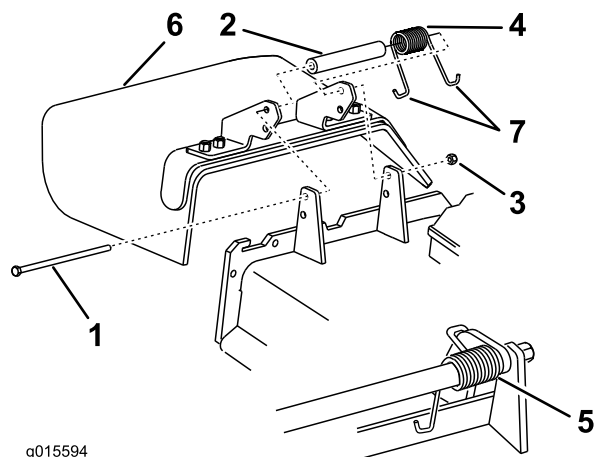

Figura 97
1. Togliete il dado di bloccaggio, il bullone, la molla e il distanziale che fissano il deflettore alle staffe orientabili del tosaerba (Figura 97). Togliete il deflettore di sfalcio se è danneggiato o consumato.
Nota: Verificate che un'estremità **J** della molla si trovi dietro il bordo del piatto di taglio prima di montare il bullone, come illustrato nella Figura 97
- Montate il bullone e il dado. Infilate un'estremità a gancio **J** della molla attorno al deflettore dello sfalcio (Figura 97).